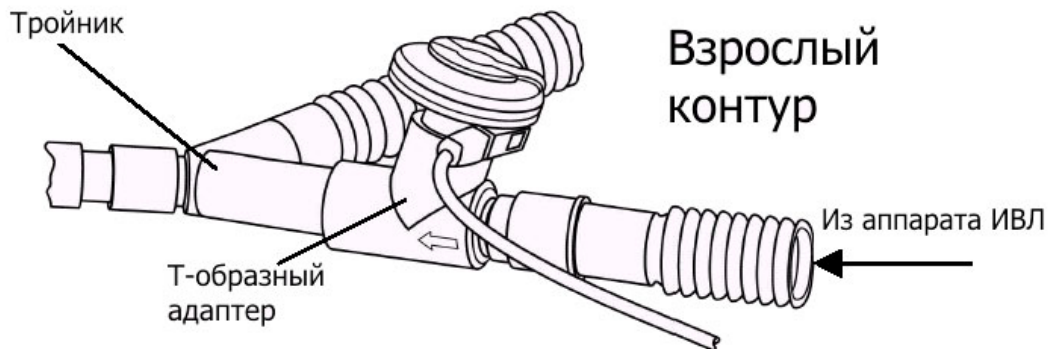

Рис. 8. Небулайзер в дыхательном контуре для взрослых.
1. При использовании дыхательного контура для взрослых соедините небулайзер с Т-образным адаптером с концом вдоха контура перед тройником (рис. 8).